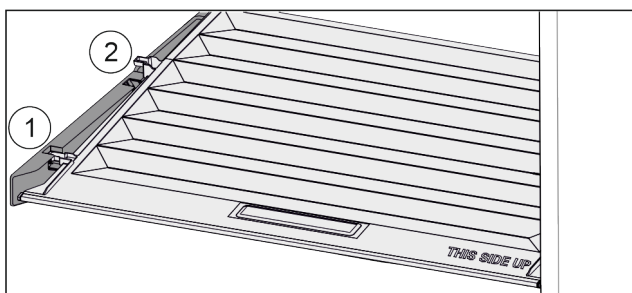

Fig. 42
- ▶ Потянуть крышку до отверстия в поддерживающих деталях вперед Fig. 42 (1).
- ▶ Поднять сзади снизу и извлечь Fig. 42 (2) движением вверх.